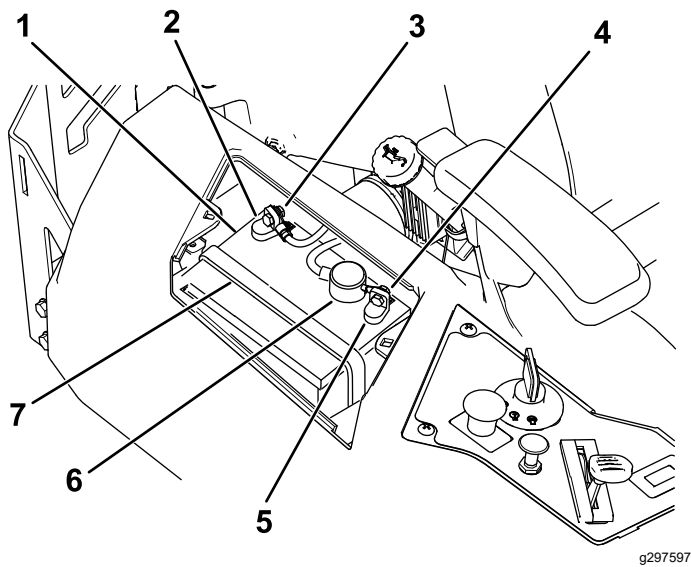

Figure 45
4. Débranchez le câble négatif (noir) de mise à la masse de la borne de la batterie (Figure 45).
6. Débranchez le câble positif (rouge) de la borne de la batterie (Figure 45).
7. Déposez la barrette de maintien de la batterie (Figure 45) et soulevez la batterie de son support.
1. Placez la batterie dans son support (Figure 45).
5. Fixez la batterie en place à l'aide de la barrette de maintien (Figure 45).